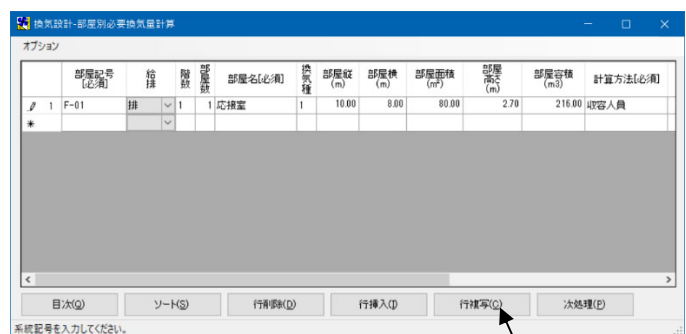

図 12
- (1) [行複写(C)] ボタン(図 12-①)をクリックします。